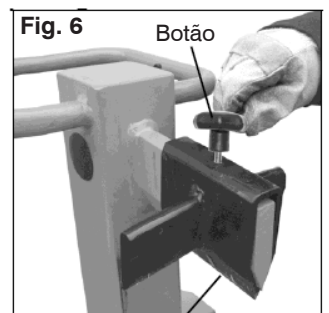

Fig. 6
* Ajuste da cunha de cruz (Fig.6)